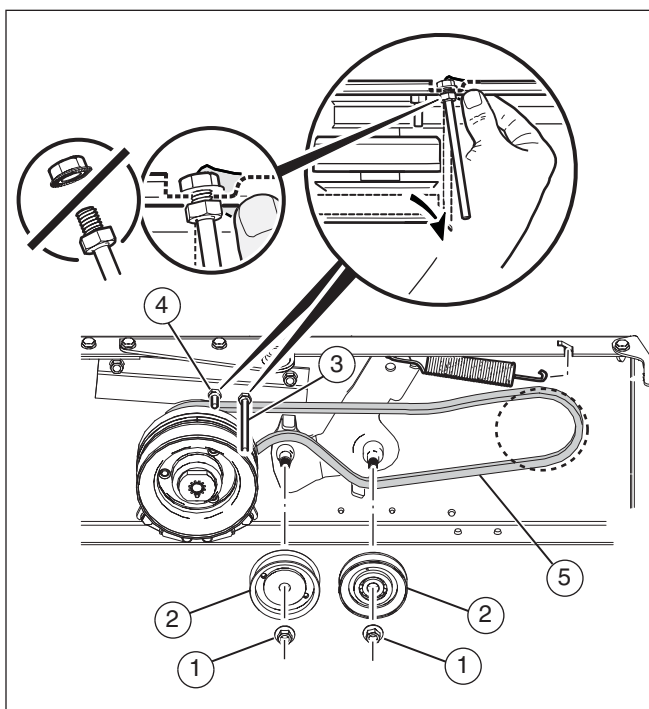

Figura 33
3. Retire las tuercas (1) y las poleas locas (2) (consulte la **Figura 33**).
4. Suelte las guías de la correa (3) y (4) de la polea de apilamiento.
5. Retire la correa de transmisión de movimiento (5) de las poleas de transmisión y de apilamiento.